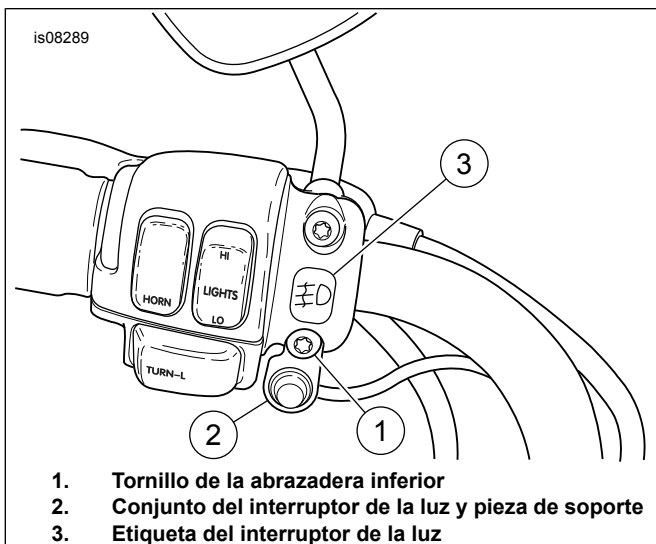

Figura 7. Instalación del interruptor de la luz en la abrazadera del control del embrague (se muestran modelos de 1996 y posteriores)
15. Vea Figura 7. Extraiga el tornillo inferior (1) y la arandela de la abrazadera del control del embrague e instale el conjunto del interruptor de la luz y la pieza de soporte (2). Instale el tornillo y la arandela y apriete a 7-9 N·m (60-80 lb-pulg.). **Para las aplicaciones internacionales:** Coloque la etiqueta del interruptor de la luz para niebla (3) en la abrazadera del control del embrague.